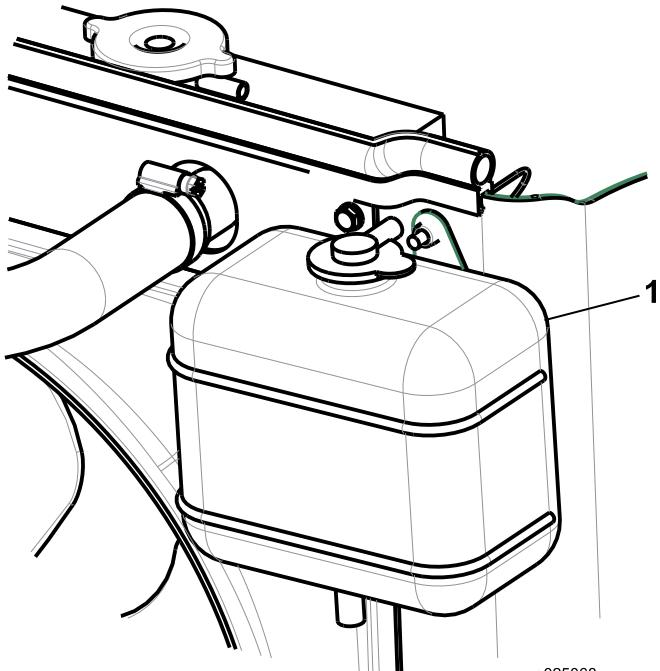

Bild 25
2. Prüfen Sie den Kühlmittelstand im Ausdehnungsgefäß (Bild 25). Er muss sich zwischen den Marken an der Seite des Gefäßes befinden.